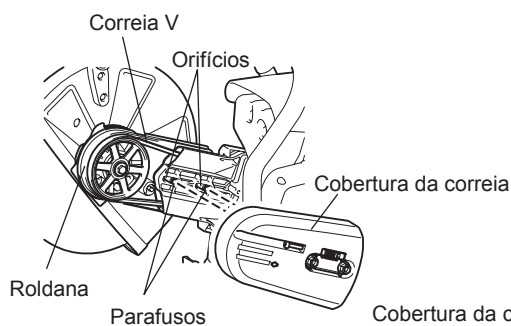

Fig. 6
- Vire o acessório de corte removido, passe o parafuso pelo orifício, e remonte na direção B. Remonte a correia V na roldana. (Fig. 6)